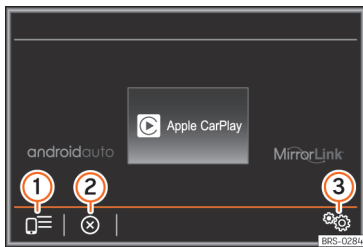

Abb. 186 Hauptmenü von Full Link.
- Tippen Sie auf die Funktionsfläche **Geräteliste** »» **Abb. 186 ①** und wählen Sie dann das Mobilgerät aus der Geräteliste aus.
- Funktionsfläche »» **Abb. 186 ②** antippen, um die aktive Verbindung zu trennen.
- Tippen Sie auf die Funktionsfläche **Geräteliste** » **Abb. 186 ①** und wählen Sie dann das Mobilgerät aus der Geräteliste aus.
- Funktionsfläche » **Abb. 186 ②** antippen, um die aktive Verbindung zu trennen.
- Tippen Sie auf die Funktionsfläche **(Geräteliste)** >>> **Abb. 186 ①** und wählen Sie dann das Mobilgerät aus der Geräteliste aus.